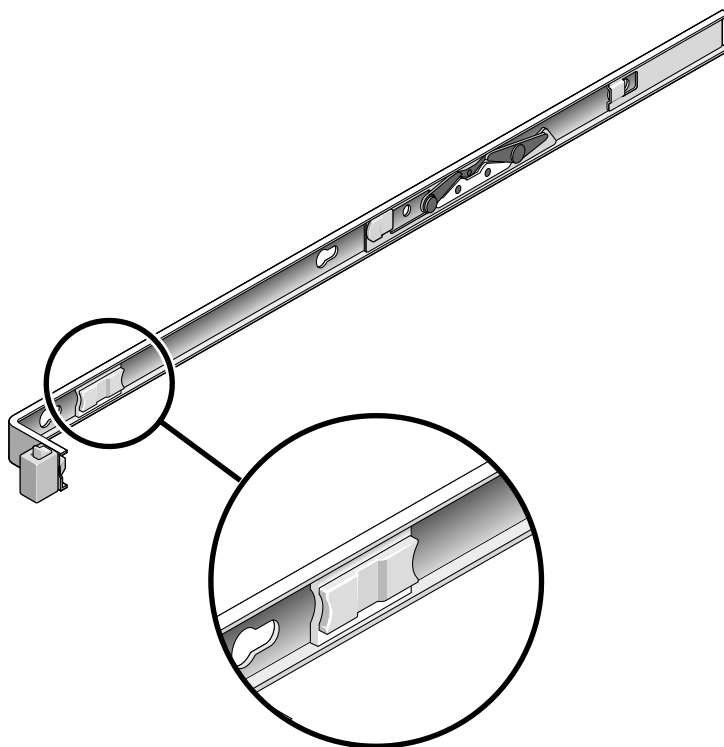

FIGURA 2-13 Pulsante di rilascio della guida
6. **Sbloccare simultaneamente i due pulsanti di rilascio delle guide tirandoli verso l'esterno (FIGURA 2-13) e spingere il server completamente nel rack.**